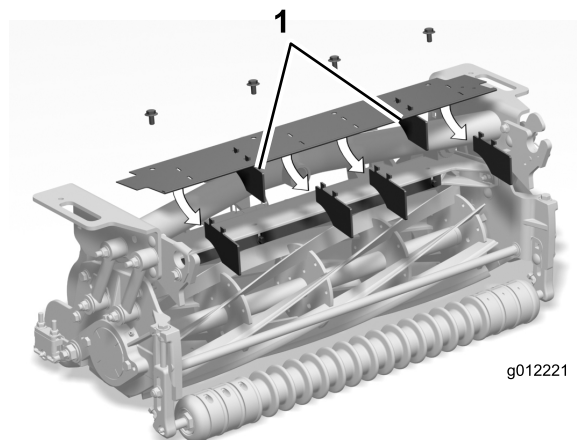

Рисунок 9
1. Удалите два центральных дефлектора и дефлектор с каждого края щитка, оставив только 2, как показано на Рисунок 9.